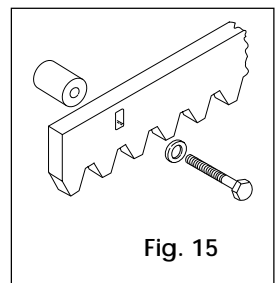

Fig. 15
4.4.2. CRÉMAILLÈRE EN ACIER À VISSER (Fig. 15)